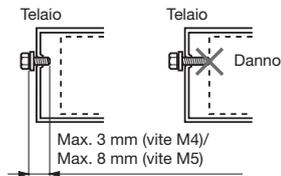

Figura 2
- Utilizzare le viti fornite per l'installazione. L'utilizzo di viti differenti può causare danni. (Figura 2)